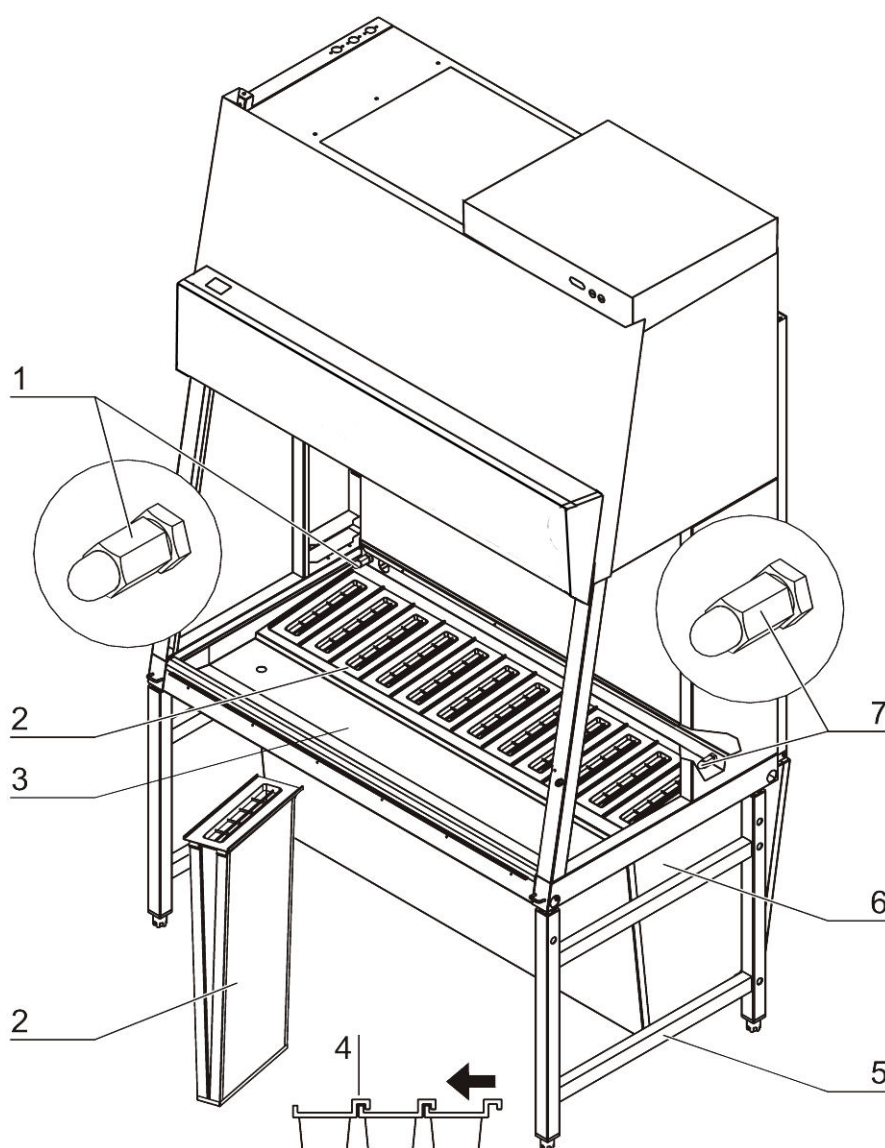

Fig. 3b
- **Fig. 3b:** Estrutura inferior [5] com carcaça de pré filtro [6] integrado.